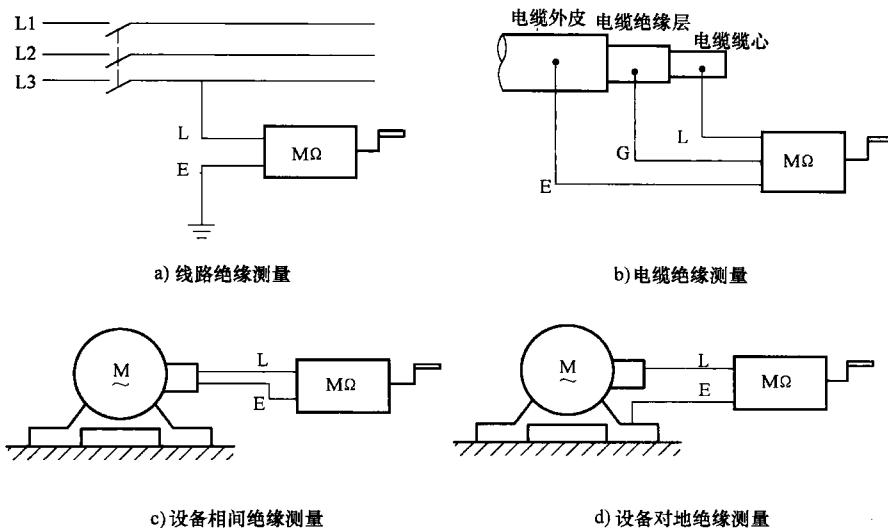

图1-12 绝缘电阻表接线
(1) 选用符合电压等级的绝缘电阻表。一般情况下，额定电压在500V以下的设备，应选用500V的绝缘电阻表；额定电压在500V以上的设备，选用1000~2500V的绝缘电阻表。
(2) 测量只能在设备不带电，也没有感应电的情况下进行。
(3) 测量前应将绝缘电阻表进行一次开路和短路试验，检查绝缘电阻表是否良好。将两连接线开路，摇动手柄，指针应指在“ ∞ ”处，再把两连接线短接一下，轻轻摇动手柄指针应指在“0”处，指针指零时要立即停摇，若继续摇动，绝缘电阻表可能会因表内线圈过热而损坏。符合上述条件者为良好，否则不能使用。
(4) 测量绝缘电阻时，一般只用“L”和“E”端，但在测量电缆对地的绝缘电阻或被测设备的漏电流较大时，就要使用“G”端，并将“G”端接屏蔽层或外壳。接线如图1-12所示。